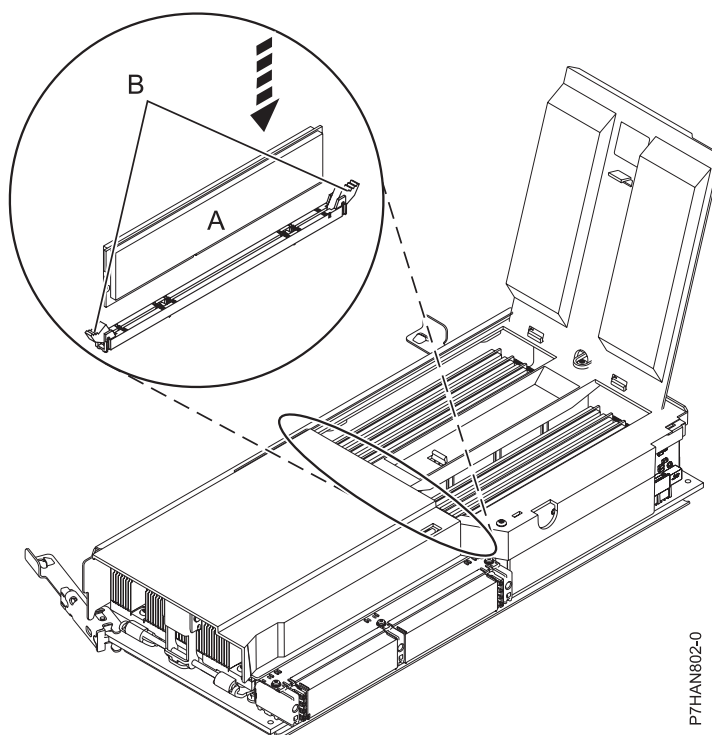

Figura 2. Substitució d'un mòdul de memòria
12. Assegureu-vos que les pestanyes de bloqueig **(B)** del connector s'han tret fins a la posició d'obert, tal com s'indica a la Figura 2, abans d'instal·lar un nou mòdul de memòria.